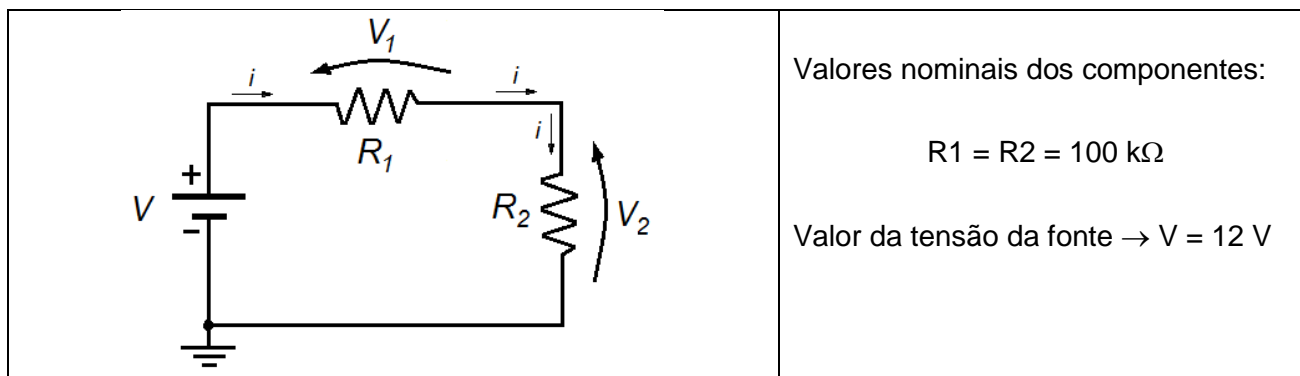

Figura 1: Esquema elétrico do circuito divisor resistivo.
Neste item analisaremos o circuito divisor resistivo apresentado na **Figura 1**.
Meça o valor experimental dos resistores R_1 e R_2 . A seguir monte o circuito da **Figura 1** num **protoboard** (informações sobre protoboard encontram-se no **Anexo 3_Protoboards.pdf** situado na pasta **Anexos da Experiência 01**).
- Programe a fonte de tensão para fornecer **12 V** e conecte-a ao circuito da Figura 1. Meça as tensões **V**, **V₁** e **V₂** com o voltímetro portátil (modo de operação DC) e anote os valores obtidos:
- a)** Calcule a tensão **V₂** do circuito da Figura 1, considerando: os valores experimentais dos resistores e resistência interna infinita do voltímetro (ou seja, assumo que o voltímetro é ideal).
c) **Compare** os resultados dos cálculos com os resultados experimentais obtidos no item 2.1 (analise os resultados baseando-se no erro relativo em ambos os casos).
a) Troque os resistores da Figura 1 para os valores $R_1 = R_2 = 10\text{ M}\Omega$. Repita o procedimento experimental do item 2.1, informando os valores experimentais de R_1 , R_2 , V_1 e V_2 nesta nova condição.